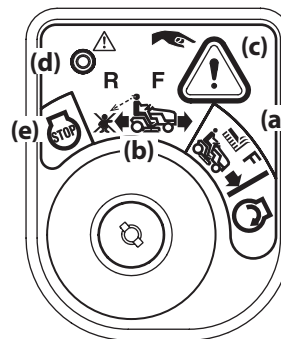

Figure 3-9
2. Tournez la clé de la position de tonte normale à la position de tonte en marche arrière . Voir Figure 3-9.
3. Appuyez sur le bouton de marche arrière situé dans le coin supérieur droit du module de commutateur d'allumage. Le témoin lumineux rouge (d) dans le coin supérieur gauche du module s'allume lorsque le bouton de marche arrière est activé. Voir Figure 3-9.